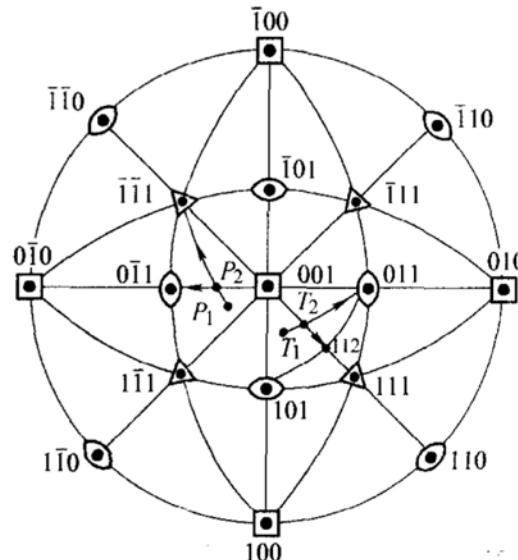

图 1-1 第一题第 2 小题解答图
2. α -黄铜为 FCC 结构, 滑移系统为 $\{111\} <10\bar{1}>$ 。沿轧向受到拉力的作用, 晶体滑移转动。如图 1-1 所示, 在晶体学坐标系中, 设拉力轴 T_1 位于 $001-101-111$ 取向三角形中, 则始滑移系为 $(1\bar{1}1) [011]$, 拉力轴转向 $[011]$ 方向, 使拉力轴与滑移方向的夹角 λ 减小。当力轴到达两个取向三角形的公共边, 即 T_2 时, 开始发生双滑移, 滑移系 $(\bar{1}11) [101]$ 也启动, 拉力轴既转向 $[011]$ 方向, 又转向 $[101]$ 方向, 结果沿公共边转动。到达 $[112]$ 方向时, 由于 $[101]、[112]、[011]$ 位于同一个大圆上, 两个 λ 角同时减小到最小值, 故 $[112]$ 为最终稳定位置, 从而使 $<112>$ 方向趋于平行于轧向; 在轧面上受到压力作用, 设压力轴 P_1 位于 $001-\bar{0}11-\bar{1}11$ 取向三角形中, 则始滑移系为 $(\bar{1}\bar{1}1) [101]$, 压力轴转向 $(\bar{1}\bar{1}1)$ 面, 使压力轴与滑移面的夹角 ϕ 减小。当力轴到达两个取向三角形的公共边, 即 P_2 时, 开始发生双滑移, 滑移系 $(1\bar{1}1) [\bar{1}01]$ 也启动, 压力轴既转向 $(\bar{1}\bar{1}1)$ 面, 又转向 $(1\bar{1}1)$ 面, 结果沿公共边转动。到达 $(0\bar{1}1)$ 面时, 由于 $(\bar{1}\bar{1}1)、(0\bar{1}1)、(1\bar{1}1)$ 位于同一大圆上, 两个 ϕ 角同时减小到最小值, 故 $(0\bar{1}1)$ 为最终稳定位置, 从而使 $(0\bar{1}1)$ 面趋于平行于轧面。其结果, $\{110\} //$ 轧面, $<112> //$ 轧向。